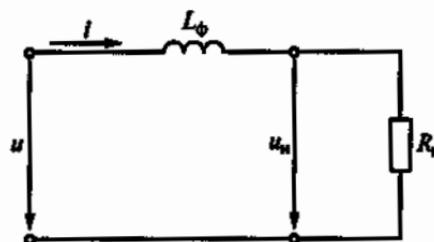

Рис. 117
3.82. В цепи на рис. 117 для уменьшения пульсаций напряжения на нагрузке R_n , подключенной к однополупериодному выпрямителю, использован индуктивный фильтр. К цепи приложено выпрямленное напряжение $u = 70 + 60 \sin \omega t$, $R_n = 100$ Ом, $L_\phi = 0,8$ Гн (активным сопротивлением катушки можно пренебречь). Каковы при этом коэффициенты пульсаций приложенного напряжения, напряжения на нагрузке и коэффициент слаживания фильтра? (Указать неправильный ответ.)